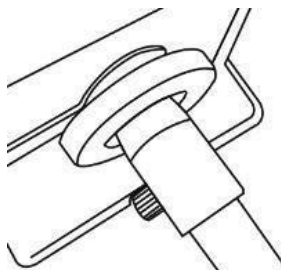

fig. 13
2. Desserrez l'écrou (n° 8) (fig. 13).